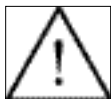

Рис. 2-4 Монтажные зазоры для установки нескольких преобразователей SINAMICS G110.
Убедиться, что ребра охлаждения преобразователя не закрыты и не забиты. Требуемые монтажные зазоры можно найти в Рис. 2-4, на стр. 25.
- Для монтажа нескольких преобразователей друг рядом с другом обязательно соблюдать требуемые интервалы (см. Рис. 2-4 на стр. 25).